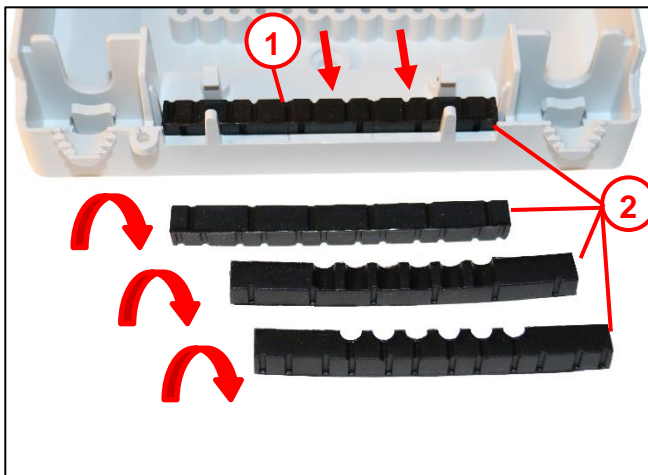

Abb. 8
- 2x Dichtungselemente (1) in vorgesehene Fach einsetzen.
- Für unterschiedliche Kabel \varnothing möglich durch drehen um jeweils 90° (siehe Beispiel Abb. 8).